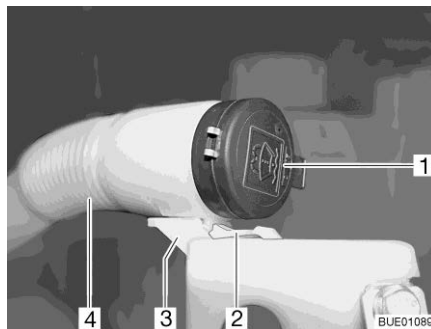

Fig. 52 Bocchettone di riempimento del contenitore dell'acqua di lavaggio
- Premere il nasello (Fig. 52,2) verso il basso e tenerlo premuto.
- Tirare il tubo flessibile (Fig. 52,4) in avanti dal supporto (Fig. 52,3).
- Rimuovere il coperchio (Fig. 52,1) del bocchettone di riempimento del contenitore dell'acqua di lavaggio.